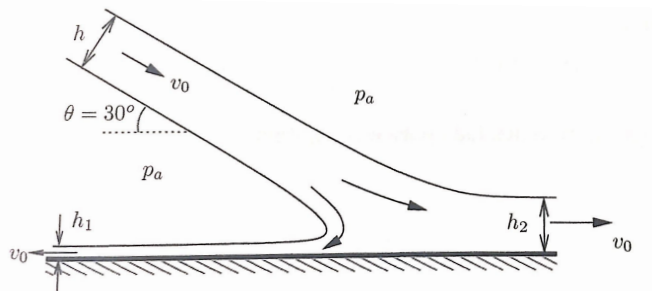

Figura 1: Esquema del chorro bidimensional impactando oblicuamente sobre la placa
1. Se tiene un chorro bidimensional de agua de espesor h y velocidad v_0 que incide sobre una placa plana, formando con la misma un ángulo de θ , tal y como se muestra en la figura 1. El chorro es deflectado por la placa, en otros dos chorros paralelos a la placa de espesores, h_1 y h_2 , respectivamente. Se considera el problema estacionario, la presión es la ambiente en todas las zonas de interfase aire-agua, así como en las secciones de entrada del chorro incidente y las de salida de los chorros deflectados. Las fuerzas másicas y viscosas son despreciables. Supóngase además que las velocidades en las secciones de salida son iguales a la incidente v_0 .